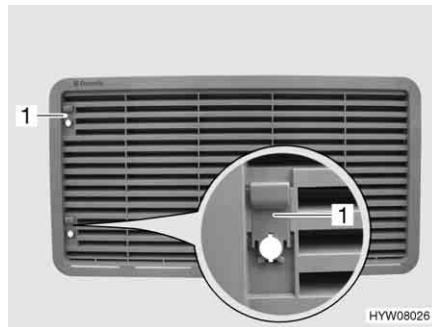

Bild 162 Kühlschrank-Lüftungsgitter
- Schieber (Bild 162,1) nach oben schieben.